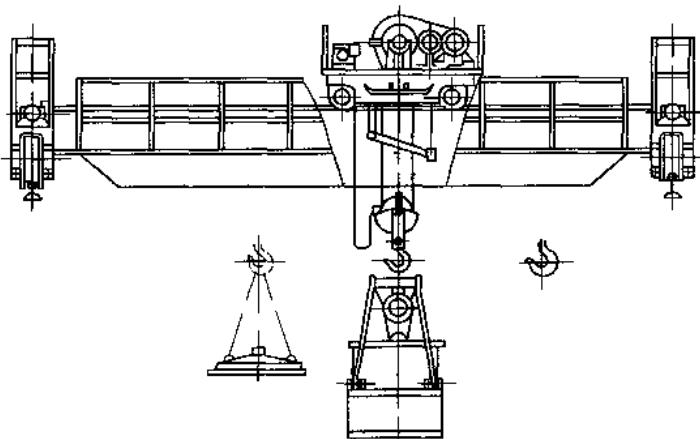

图 1-5 三用桥式起重机
(5) 三用桥式起重机 三用桥式起重机装有吊钩、电磁盘和电动抓斗三种取物装置，如图 1-5 所示。根据不同的工作性质，可以变换使用其中任意一种吊具。